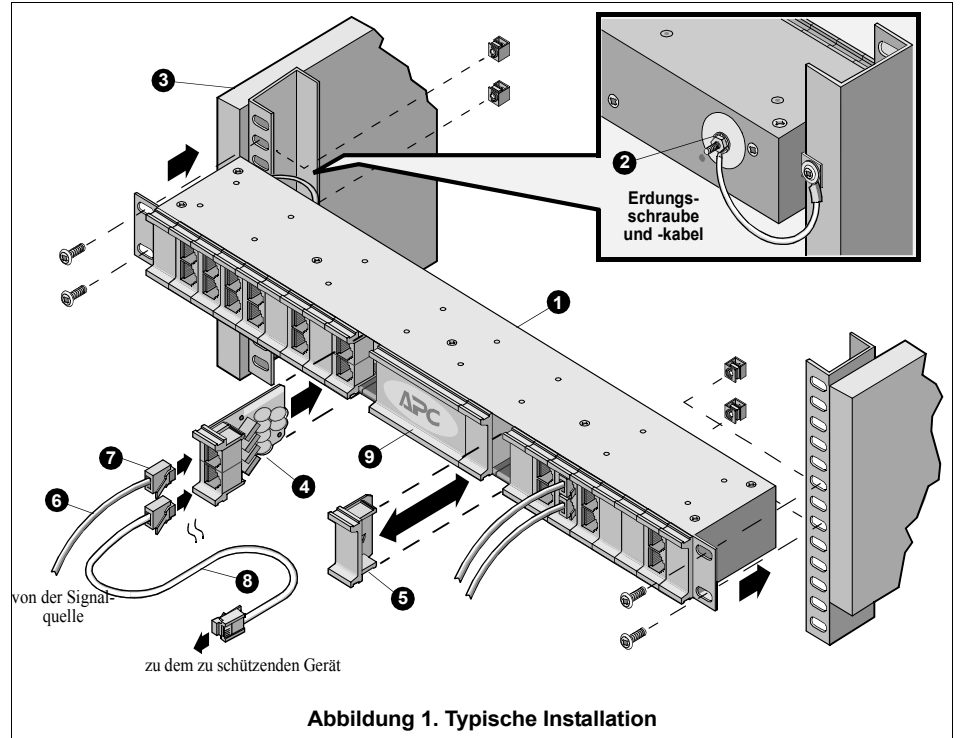

Abbildung 1. Typische Installation
APC empfiehlt, das Gehäuse PRM24 des Datenleitungs-Überspannungsschutzsystems ProtectNET™ (1, Abbildung 1) mit den mitgelieferten Befestigungsteilen zu montieren. Zusätzlich muss das Gehäuse wirksam geerdet werden. Hierfür ist eine Erdleitungsschraube (2) an der Rückseite des Gehäuses vorgesehen. Achten Sie darauf, dass der Rahmen bzw. Schrank (3) selbst ordnungsgemäß geerdet ist. Montieren Sie das Gehäuse und die Module (4) entsprechend der Abbildung.